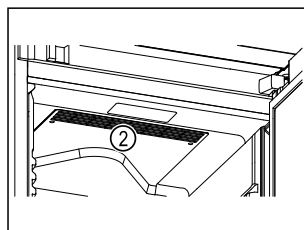

Fig. 67
- ❑ Mantenere libere le fessure di ventilazione Fig. 67 (2) della ventola di ricircolo nel vano interno.